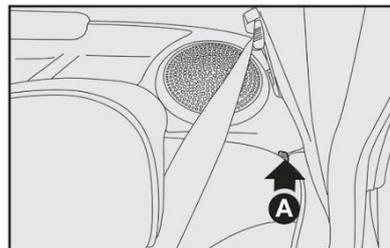

fig. 106
3) Desengatar o encosto, movendo as alavancas laterais A-fig. 106 no sentido da seta.
Para isso, destravar a alavanca da direita ou da esquerda A-fig. 106 e rebater para a frente o encosto até obter uma única superfície de carga.